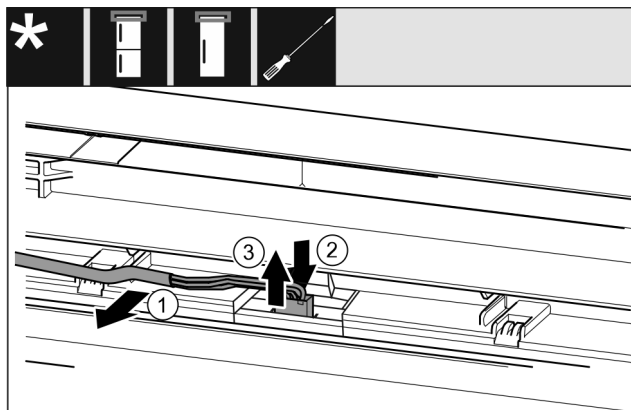

Fig. 14 Hladnjaci-zamrzivači / zamrzivači / hladnjaci
- ▶ Oprezno otpustite kabel Fig. 14 (1) iz vodilice u vratima.
- ▶ Pritisnite spojnicu Fig. 14 (2) iza utikača prema natrag.
- ▶ Oprezno izvucite utikač Fig. 14 (3) prema gore.